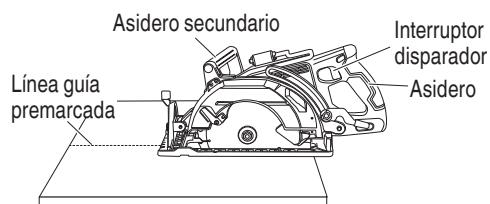

Fig. 29
- (3) Cerciórese de que el interruptor esté en la posición ON antes de que la hoja de sierra entre en contacto con la madera. El interruptor se enciende cuando se aprieta el interruptor disparador, y se apaga cuando se suelta el interruptor disparador. Si mueve la sierra recta a velocidad constante, podrá realizar el corte óptimo. (Fig. 29)